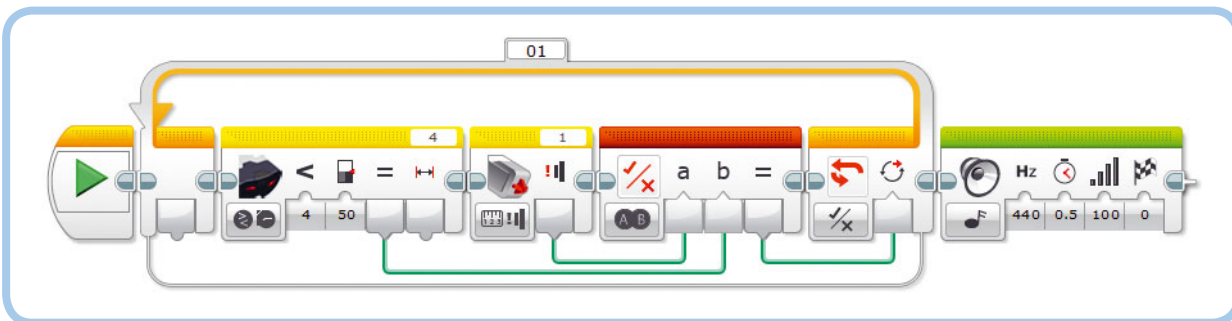

Рис. 15.10. Программа LogicOr
В режиме **ИЛИ** (OR) вывод блока передает значение **Истина** (True), если одно или оба входных значения истинны, как это продемонстрировано в программе LogicOr на рис. 15.10. Программа постоянно проверяет, срабатывает ли датчик касания или инфракрасный датчик. Если срабатывают один или оба, выходным результатом будет **Истина** (True), что приведет к завершению цикла. Как только цикл завершается, блок **Звук** (Sound) воспроизводит звуковой сигнал. Этот метод полезен, поскольку позволяет программе ждать до тех пор, пока по крайней мере один из нескольких датчиков не работает.